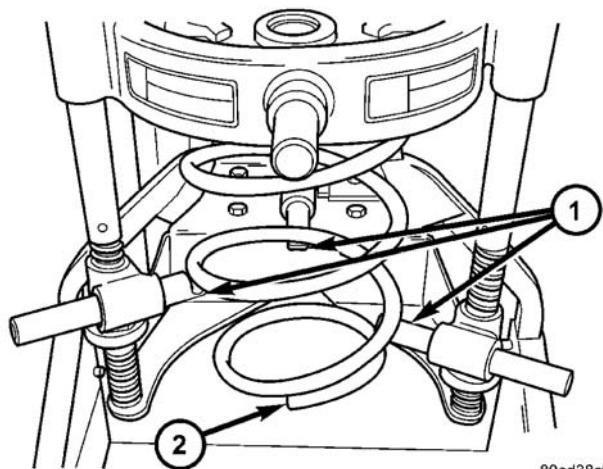

图 46 弹簧置于压缩器中 (所示为右弹簧)
(3) 压缩螺旋弹簧直至去除上支架的所有螺旋弹簧张力。
(4) 在滑柱轴锁紧螺母 (图 46) 上安装滑柱螺母套筒 (专用工具 6864)。然后，在滑柱轴端部的六角头上安装 10 mm 套筒。在固定住滑柱轴不让它转动的同时，从滑柱轴上卸下螺母。
(5) 从滑柱轴上卸下上支座。
(6) 若枢轴轴承需要维修，将其从螺旋弹簧上座的顶部直接拉起并卸下。
(7) 从螺旋弹簧的底部卸下夹子，从螺旋弹簧的底部将滑柱卸下。
(1) 按照制造商的说明书，将螺旋弹簧置于压缩器下钩中。弹簧相对滑柱 (安装后) 的正确定位是必要的。当把螺旋弹簧置于压缩器中时，要考虑下列情况：从上面看，压缩器的后部要在 12 点钟位置；站在机器前面时，应在 6 点钟的位置。对于左右弹簧，下螺旋弹簧端部都要置于 6 点钟位置 (图 46)。